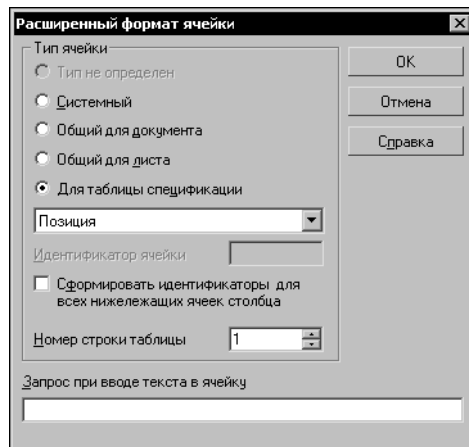

Рис. 22.2. Расширенный формат ячейки
- 10.3. В разделе **Тип ячейки** включите опцию **Для таблицы спецификации**, а из списка под этой опцией выберите строку **Позиция**. В поле **Номер строки таблицы** введите **1** (рис. 22.2).